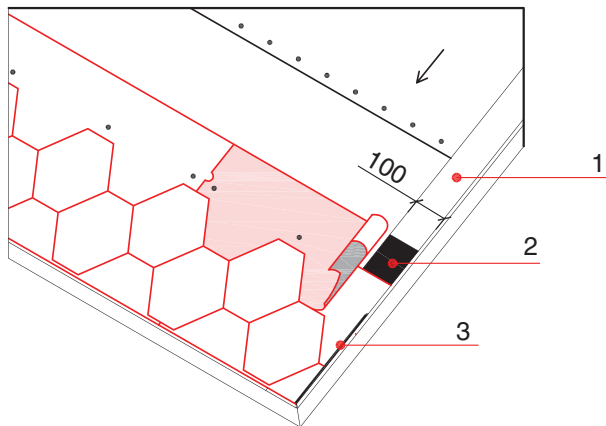

Рис. 12
1.6.4. На торцах черепицу обрезают кровельным ножом по краю и приклеивают к торцевой планке битумной мастикой ICOPAL, швы герметизируют клеем-герметиком ICOPAL (Рис. 12).